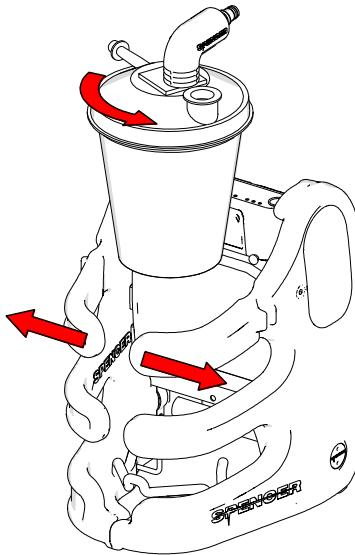

Fig. 6
1. Ligue o conjunto de filtragem ao frasco (nº 5 no parágrafo 3.2), colocar o recipiente no seu apoio deformando ligeiramente o corpo na parte superior (fig. 6); verificar que a caixa de suporte de apoio (nº 7 no ponto 3.2) é reduzido e devidamente fixado ao corpo da unidade de sucção.